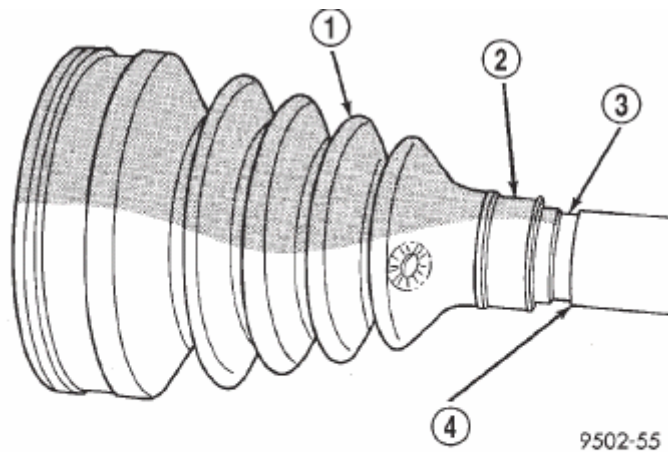

Fig. 29 Instalación de la funda fuele sellante en el eje de interconexión
(1) Introduzca la abrazadera de retención de la funda fuele sellante de la articulación de tipo Tripod interna en el eje de interconexión. Luego introduzca la funda fuele de la articulación de tipo Tripod interna de recambio en el eje de interconexión. **La funda fuele sellante de la articulación de tipo Tripod interna SE DEBE** emplazar en el eje de interconexión, de modo que el reborde sobresaliente del lado interior de la funda fuele sellante esté en la acanaladura del eje de interconexión (Fig. 29).